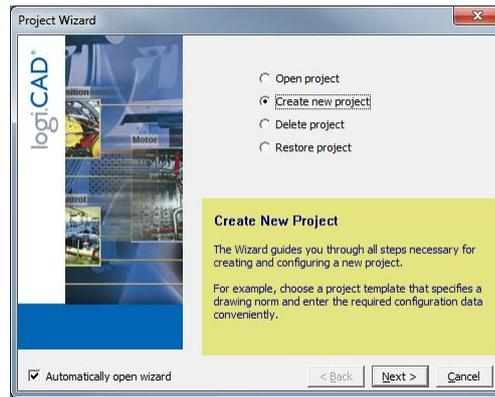

Abbildung 2: logiCAD Projekt-Wizard
- Der Projekt-Wizard startet automatisch wie in Abbildung 2 gezeigt.